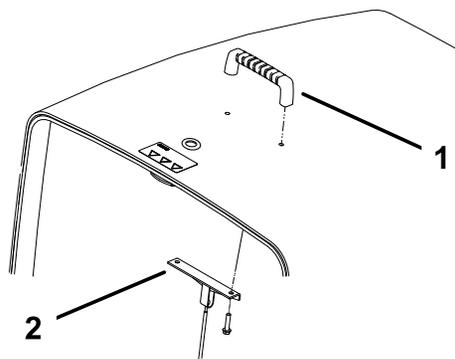

図 5
2. ねじ2本を使って、取っ手とフードケーブルブラケットをフードに取り付ける図5。